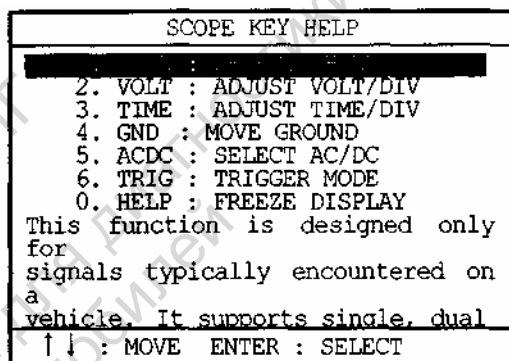

Рис. 3-23. Объяснение – меню
– Выберите [1.SCOPE HELP] для просмотра объяснения функций, описанных в этой главе. Вы увидите подменю (рис. 3-23).